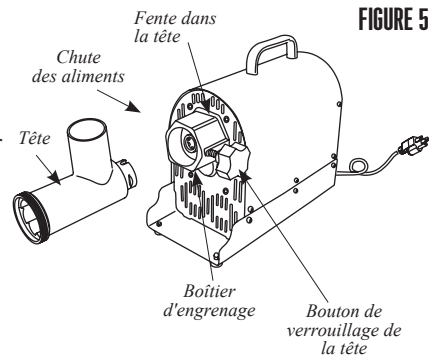

FIGURE 5
1. Insérer la tête dans le boîtier d'engrenage avec la chute d'aliment de la tête faisant face toute droite. Il faut aligner la fente de la tête avec la goupille à l'intérieur du boîtier d'engrenages. S'assurer que la tête est correctement logée dans le boîtier d'engrenages (**FIGURE 5**).